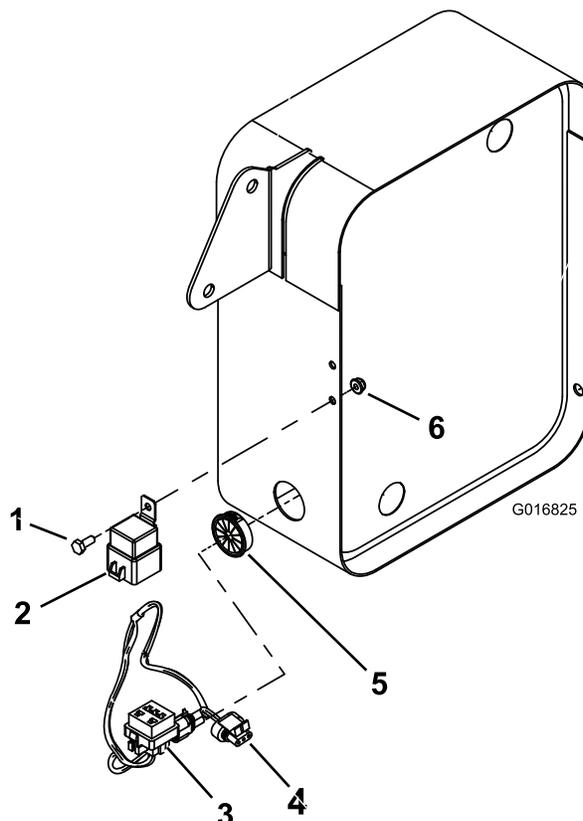

Figure 3
2. Débranchez le fil volant de l'extrémité du faisceau de câblage et montez le relais sur le côté du support du refroidisseur d'huile au moyen d'un boulon à tête hexagonale (1/4 x 5/8 po) et d'un écrou à embase hexagonal (1/4 po) (Figure 3).
3. Insérez la bague dans l'ouverture latérale inférieure du refroidisseur d'huile (Figure 3).